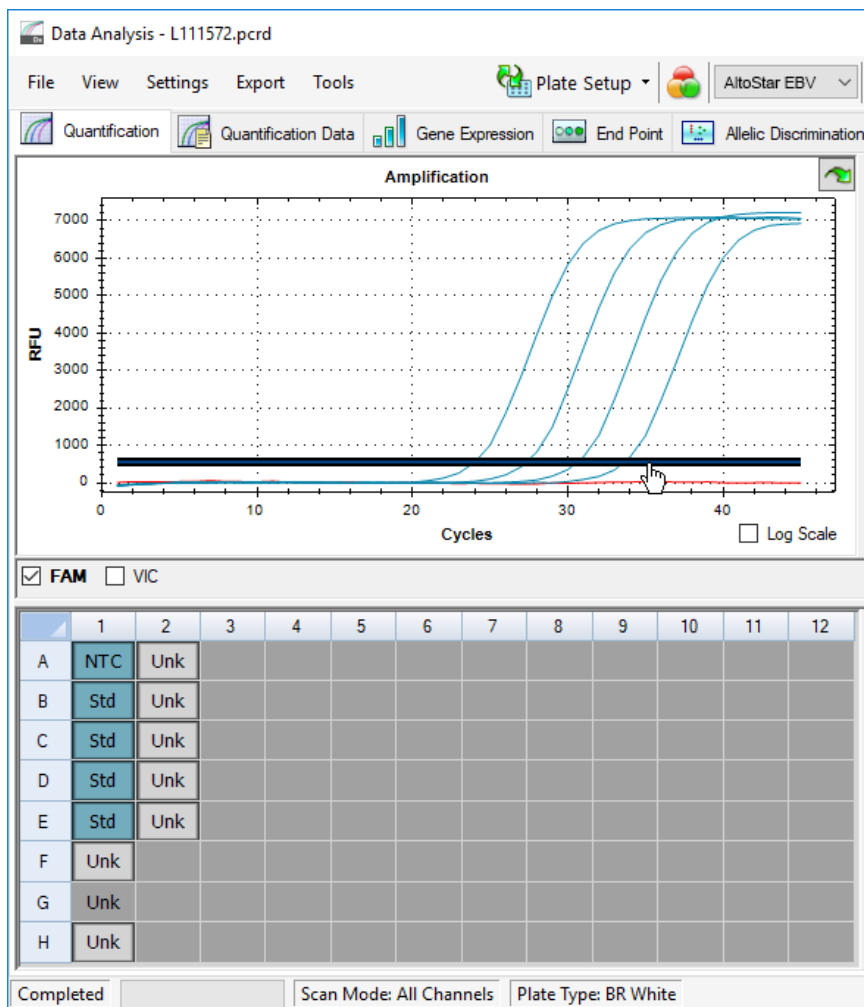

Figura 10: Finestra Data Analysis (Analisi dei dati): impostazione della soglia FAM™
5. Sul lato sinistro della finestra Data Analysis (Analisi dei dati) togliere il segno di spunta dalla casella di controllo **VIC** e spuntare solo la casella di controllo **FAM** per il canale di rilevamento del EBV target (vedere figura 10).
6. Selezionare solo i pozzetti contenenti NTC e QS nella vista piastra della finestra Data Analysis (Analisi dei dati) (vedere figura 10).
7. Trascinare la soglia pozzetto sopra al segnale dell'NTC nell'area esponenziale dei segnali QS (vedere figura 10).